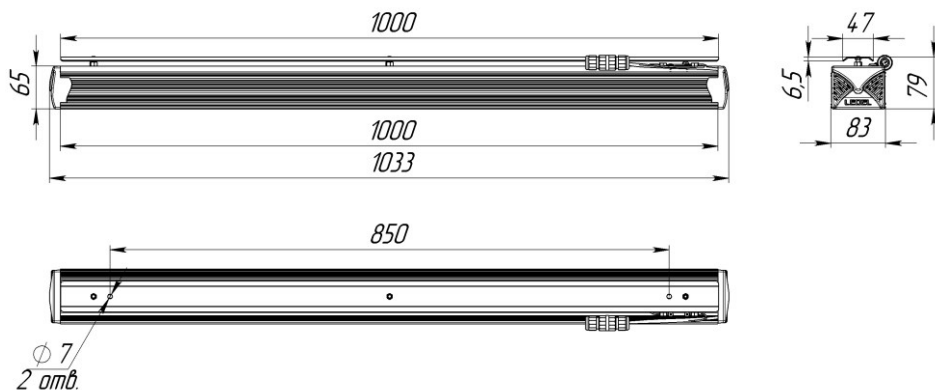

Рисунок 3 Светильник «L-industry NEW 48Т». Задвижной вариант
1.11 Возможно применение системы управления освещением по протоколу ZigBee кроме светильников с задвижным вариантом крепления (Рис.3).